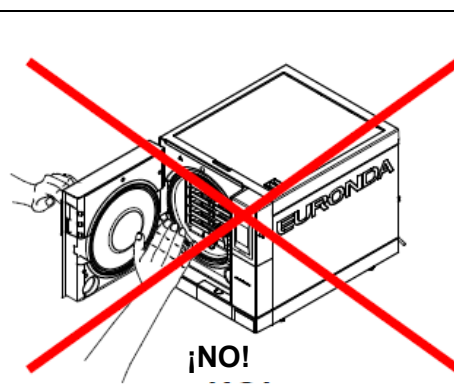

Fig. 3.4-2
2. Cuando se abra la puerta, no detenerse sobre o delante de la misma, ya que existe el peligro de quemadura por la salida de vapor (Fig. 3.4-2).